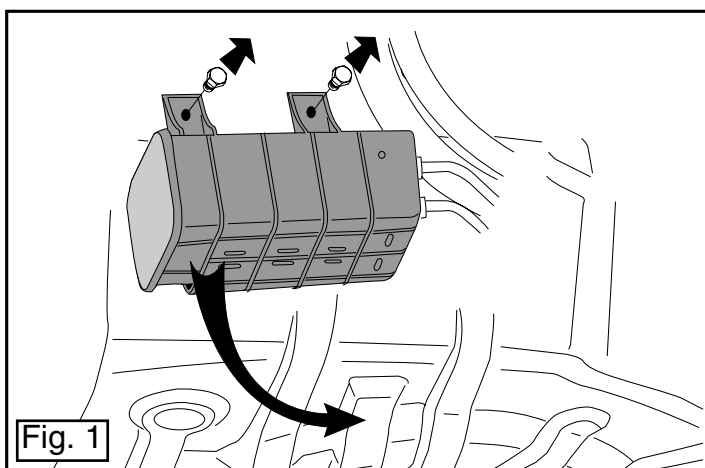

Fig. 1
- Haal de canister los (zie fig.1).
- Detach the canister (see fig.1)
- Den Kanister entfernen (siehe Abb.1).
- Détacher le réservoir à charbon actif (voir fig.1).